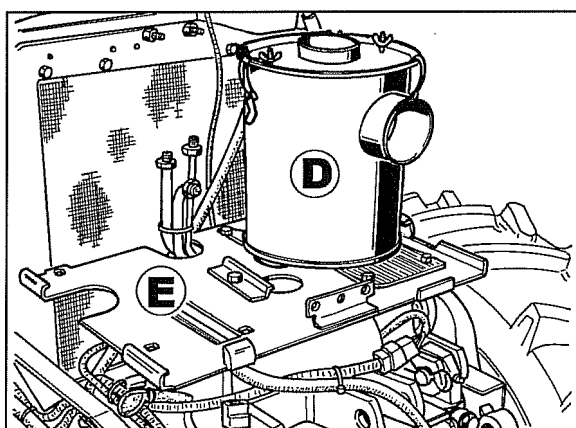

Fig. 7
5. Tirar o filtro completo **D** fig. 7 e o relativo suporte **E** como também o avisador acústico e o cabo de massa da bateria.